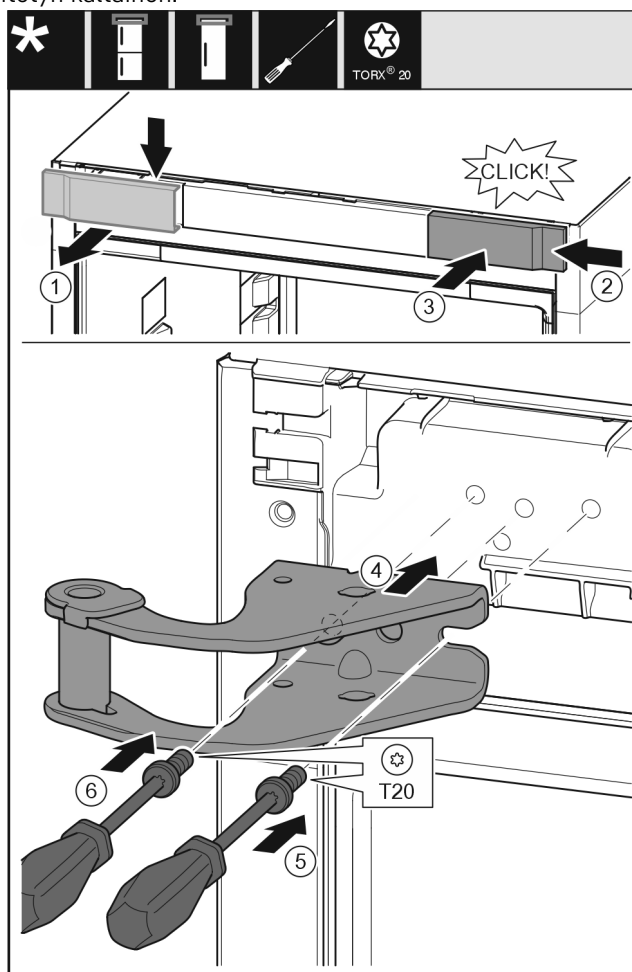

Fig. 31
- Irrota suojus ylöspäin eteen. Fig. 31 (1)
- Ripusta suojus paikoilleen 180° käännettynä toiselle puolelle oikealta. Fig. 31 (2)
- Anna suojuksen lukittua paikoilleen. Fig. 31 (3)
- Aseta ylempi laakeripukki paikoilleen. Fig. 31 (4)
- Aseta ruuvi paikoilleen T20-ruuvimeisselillä ja kiristä se. Fig. 31 (5)
- Aseta ruuvi paikoilleen T20-ruuvimeisselillä ja kiristä se. Fig. 31 (6)